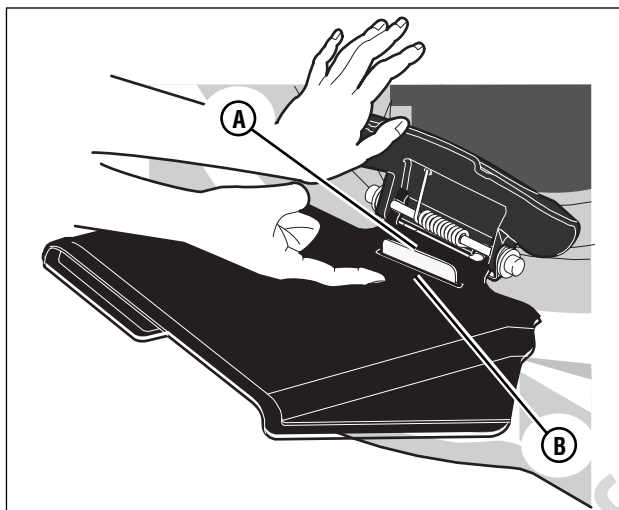

Figure 9 : Taquet de blocage du déflecteur
- La taquet de blocage sur la plate-forme (**A**, **Figure 9**) passe dans la fente dans le déflecteur (**B**).